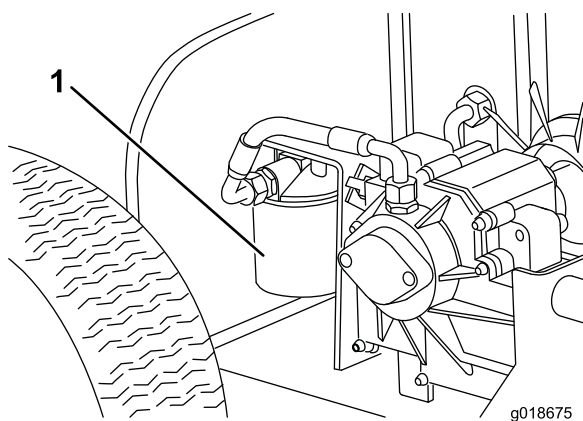

Рисунок 21
4. Очистите область вокруг места крепления фильтра (Рисунок 21).